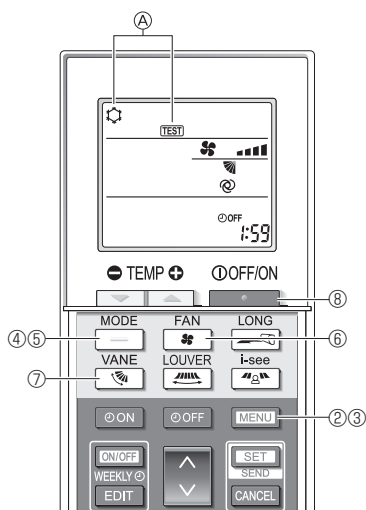

Fig. 7-8
- ① Mettez l'appareil sous tension au moins 12 heures avant l'essai de fonctionnement.
- ② Appuyez sur la touche **MENU** pendant 5 secondes. (Fig. 7-8)
- ③ Appuyez sur la touche **MENU**.
La mention ① [TEST] et le mode de fonctionnement en cours sont affichés. (Fig. 7-8)
- ④ Appuyez sur la touche **—** pour activer le mode refroidissement, puis vérifiez que de l'air froid est soufflé par l'appareil.
- ⑤ Appuyez sur la touche **—** pour activer le mode chauffage, puis vérifiez que de l'air chaud est soufflé par l'appareil.
- ⑥ Appuyez sur la touche **—** et vérifiez que la vitesse du ventilateur change.
- ⑦ Appuyez sur la touche **—** et vérifiez que l'ailette automatique fonctionne correctement.
- ⑧ Appuyez sur la touche **—** pour terminer l'essai de fonctionnement.